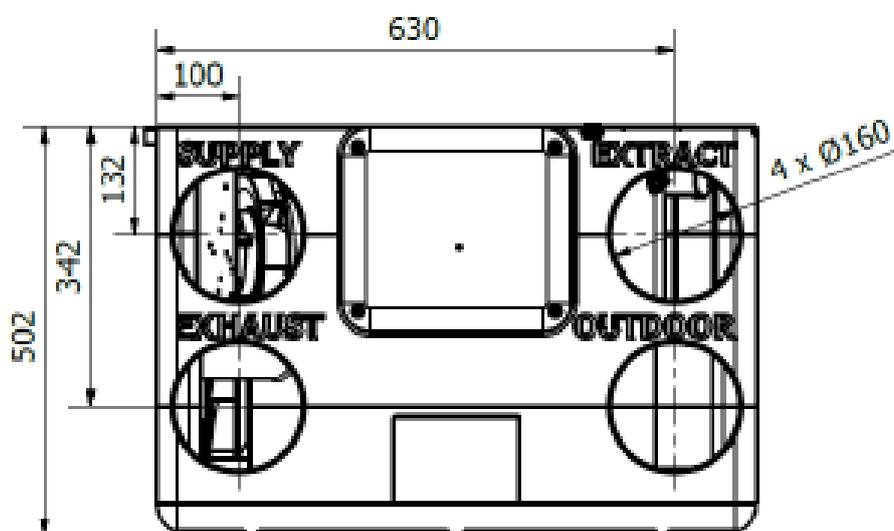

Figure 20 - dimensions des trous pour le montage mural
1. Habituellement, vous raccorderez votre gaine directement aux connecteurs URH Ø160 (figure 20). Bien que URH ait un niveau de puissance acoustique très faible dans certains cas, il est recommandé d'installer des silencieux supplémentaires (côtés soufflage et extraction) pour fournir un niveau élevé de confort acoustique.